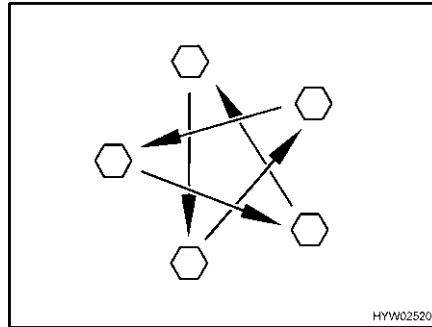

Fig. 204 Serrare a croce i dadi o i bulloni delle ruote
- Controllare regolarmente il serraggio dei dadi o dei bulloni. Regolare a croce (Fig. 204) il serraggio dei dadi o dei bulloni di una ruota sostituita dopo circa 50 km.
- ▷ Serrare a croce i dadi o i bulloni delle ruote (Fig. 204).